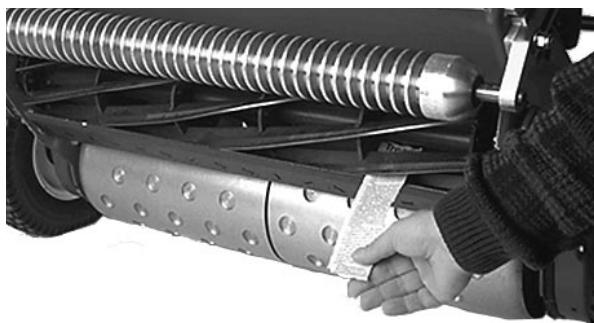

Bild 5
3. An einem Ende der Vorderseite der Spindel einen langen Streifen Zeitungspapier zwischen Spindel und Untermesser einführen (Bild 5). Während die Spindel langsam vorwärts gedreht wird, die Untermessereinstellschraube (am gleichen Spindelende) um jeweils eine Flachstelle drehen, bis das Papier leicht gekniffen wird, wenn es von vorne, parallel zum Untermesser, eingeführt wird. Dadurch kommt es zum leichten Mitreißen (Bild 4).
5. Nach der Einstellung kontrollieren, ob die Spindel das Papier kneifen kann, wenn es von vorne einge führt wird und das Papier schneidet, wenn es im rechten Winkel zum Untermesser eingeführt wird (Bild 5). Die Möglichkeit muß bestehen, Papier mit minimalem Kontakt zwischen Untermesser und den Spindelmessern zu schneiden. Wenn zu hoher Spindelwiderstand spürbar ist, muß die Mähspindel entweder geschärft oder geschliffen werden, um die für den Präzisionsschnitt erforderlichen Schärfe der Schnittkanten zu realisieren (siehe Toro Handbuch zum Schärfen und Schleifen).